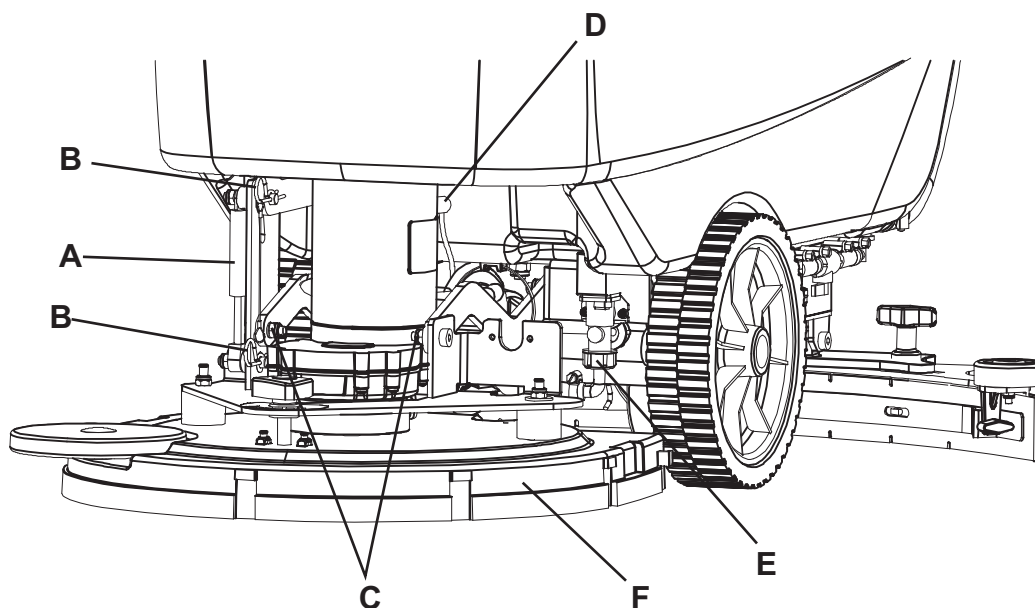

Figure 11
3. Baisser la tête porte-brosse / plateau support disque en appuyant sur la pédale (11).
4. Si équipés, déposer les goupilles (B, Fig. 11) et le ressort à gaz (A).
5. Débrancher la connexion électrique (D) des moteurs des brosses / plateaux support disque.
6. Déconnecter le tuyau de la solution (E) de l'électrovanne (F).
7. Déposer les vis (C), puis déposer la tête porte-brosses / plateaux support disque (F).